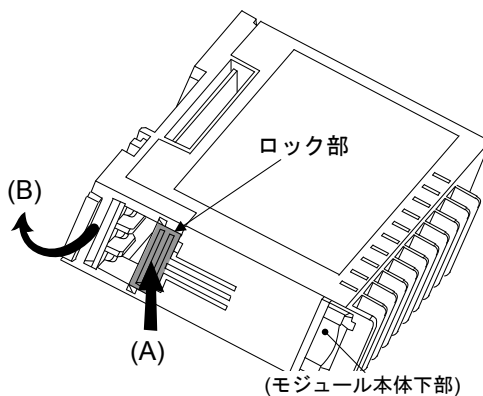

図 1: ベース部の取り外し
2. ロック部を押した状態で(A)、モジュール本体からベース部を取り外します(B)。(図 1)